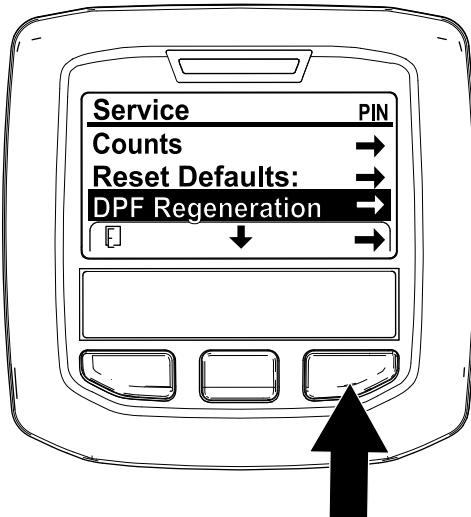

Figura 35
1. Acceda al menú Service (Servicio), pulse el botón central para desplazarse hacia abajo, hasta la opción DPF REGENERATION (Regeneración de DPF) (Figura 35).
- Pulse el botón derecho para seleccionar la opción DPF Regeneration (Regeneración de DPF) (Figura 35).